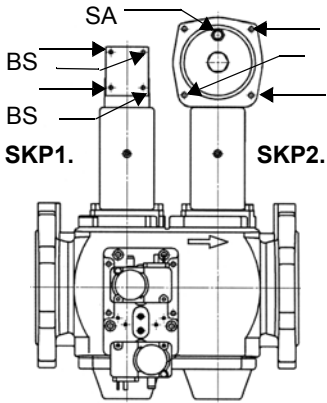

Fig. 6
- 1) nel caso di giunti flangiati: interporre tra un componente e l'altro, una guarnizione (n. 1A..1E - Fig. 6) compatibile con il gas utilizzato,
**ATTENZIONE:** una volta montata la rampa secondo lo schema riportato in Fig. 6, deve essere effettuata la prova di tenuta del circuito gas, secondo le modalità previste dalla normativa vigente.